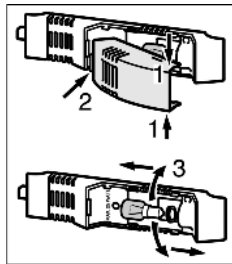

Fig. 16
- ▶ Узяти кришку лампочки вгору та вниз Fig. 16 (1).
- ▶ Вивести кришку лампочки позаду з зачеплення та зняти Fig. 16 (2).
- ▶ Замінити лампу Fig. 16 (3).